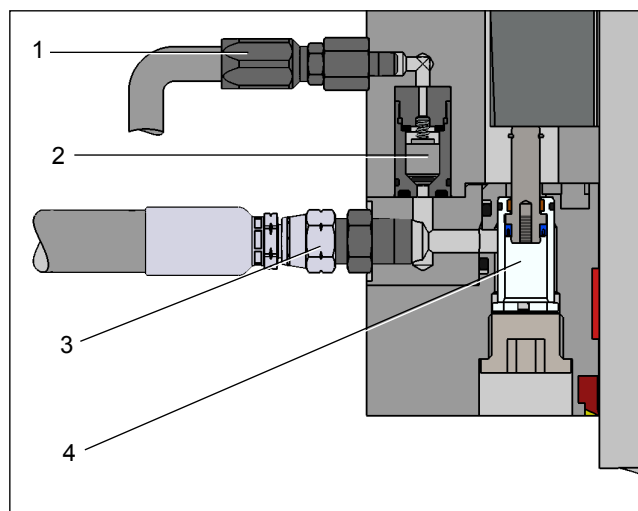

Abb. 4: Entlüftungsautomat integriert in Absturzsicherung Bauart K/TA
Bei SITEMA-Absturzsicherungen mit ausreichender Gehäuswandstärke, die außerdem am Maschinengestell ortsfest (nicht mitfahrend) und vertikal montiert sind, kann der Entlüftungsautomat gemäß der Prinzipdarstellung in *Abb. 4* fest eingebaut werden.
Kundenseitig ist eine Abflussleitung vom Anschluss E (1), *Abb. 4* des Entlüftungsautomaten in den Tank zu führen, um austretendes Öl-Luft-Gemisch abzuleiten. Ergänzende Hinweise dazu sind in der mit der Absturzsicherung mitgelieferten Betriebsanleitung enthalten.
⚠ In jedem Fall ist zwingend eine Abflussleitung am Anschluss E (1), *Abb. 4* des Entlüftungsautomaten anzuschließen, um das im Betrieb austretende Öl in den Tank zurück zu führen.